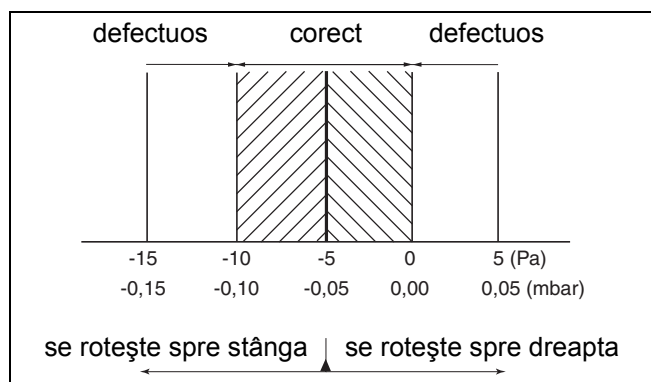

Fig. 83 Diferență gaz/aer la sarcină mai scăzută
- Citiți diferența de presiune în timpul regimului de service. Diferența de presiune ($p_{\text{gaz}} - p_{\text{aer}}$) trebuie să se ridice la -5 Pa ($\pm 5 \text{ Pa}$) (Afișaj pe aparatul de măsurare: -10 până la 0 Pa) (fig. 83).